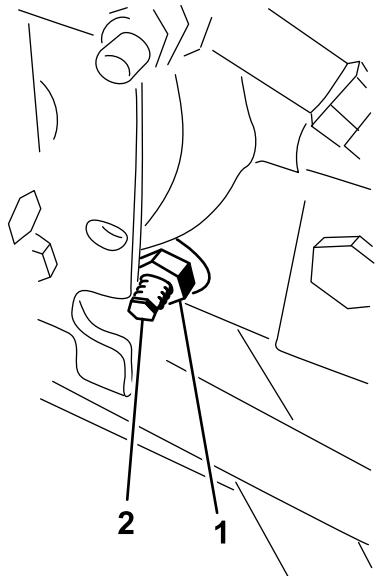

図 60
3. ハイドロスタットの右側にあるトラクション調整カムのロックナットをゆるめる図 60。